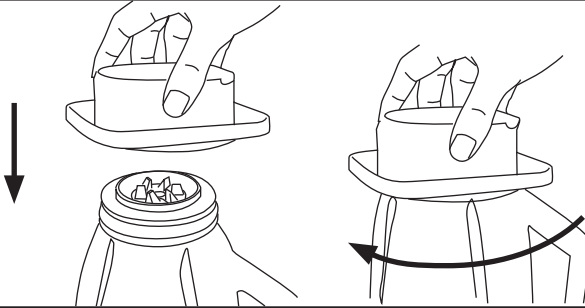

Fig.2
- Colocar la jarra sobre la unidad del motor procurando que quede bien sujeta. (Fig.2).
- El piloto luminoso (I) se iluminará.